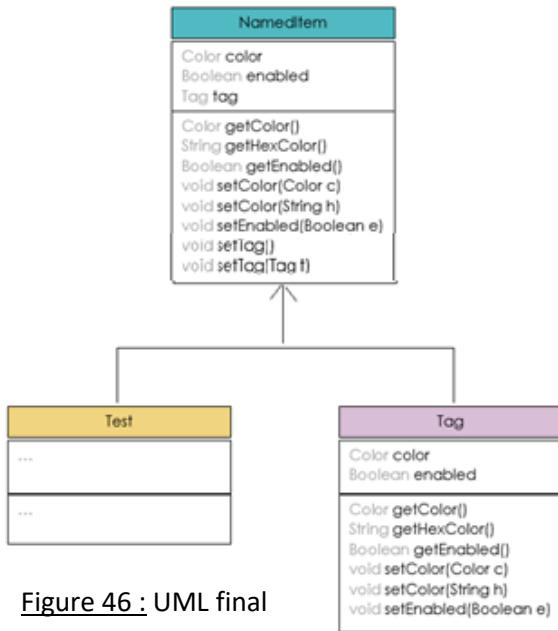

Figure 46 : UML final
- ✓ si cela est possible, il récupérera la Class **NamedItem** (comportant les variables Name, Comment et Tag, Figure 46) de cet Item.